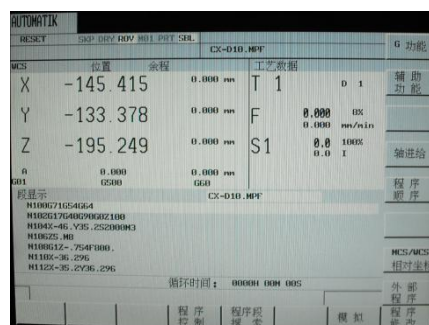

图 2-56 自动方式运行
3) 按下“Cycle Start”循环启动键，开始加工。首件试切时一定要注意刀具切入工件瞬间的情况，发现异常应立即按下“Cycle Stop”循环停止键，然后用“Reset”键复位。在“jog”方式下用手轮或机床控制面板的“+Z”键抬起 Z 轴，找出问题，重新设定 G54 或重新编程。若没有问题，可以再次按下“Single Block”键取消“单段”，将“进给速度修调”旋钮旋到正常值 100%，按下“Cycle Start”循环启动键继续加工，如图 2-56 所示。